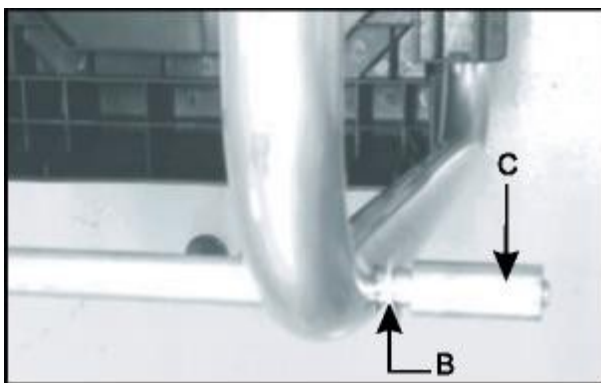

Abb. 1B Abb. 1C
- Setzen Sie die mitgelieferte Unterlegscheibe (B) und Hülse (C) auf die Radachse. (Abb. 1B)